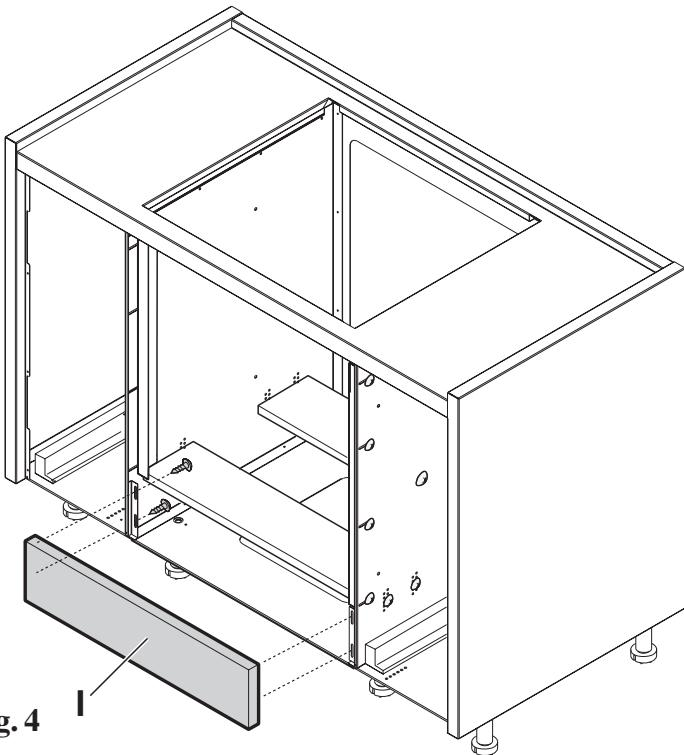

Fig. 4
- c. Repita as mesmas operações a,b. **Fig. 4**